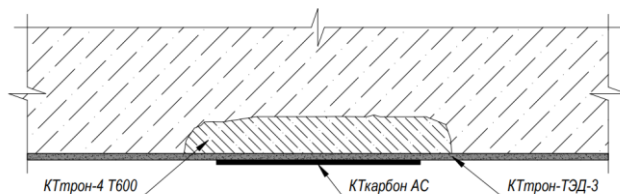

Рисунок 1. Типовая схема усиления элемента конструкции углеродной сеткой КТкарбон АС
- **внешнего армирования элементов конструкций** (рис.1)